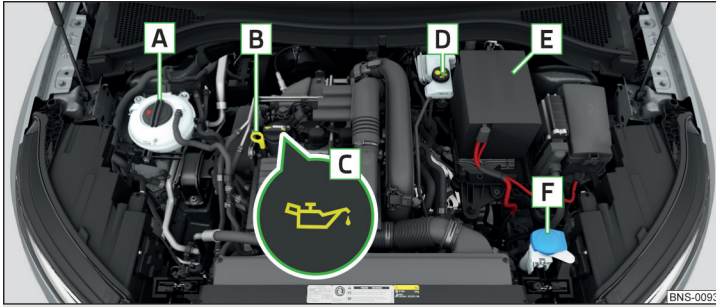

Abb. 330 Anordnungsbeispiel im Motorraum
- Den Deckel der Motoröleinfüllöffnung **C** abschrauben » Abb. 330 auf Seite 292.